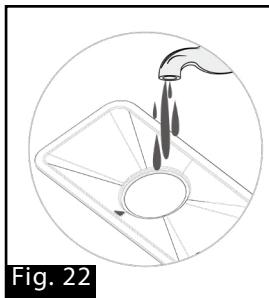

Fig. 22
3. Utiliser de l'eau pour rincer l'ensemble du filtre (Fig. 22). Ne pas utiliser de laine d'acier ou de brosse en fer. Cela ferait rouiller le filtre.